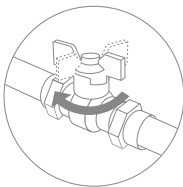

Рис. 1
1. Перекройте подачу воды (рис. 1). Закройте кран на накопительном баке. Откройте кран чистой воды для сброса давления.